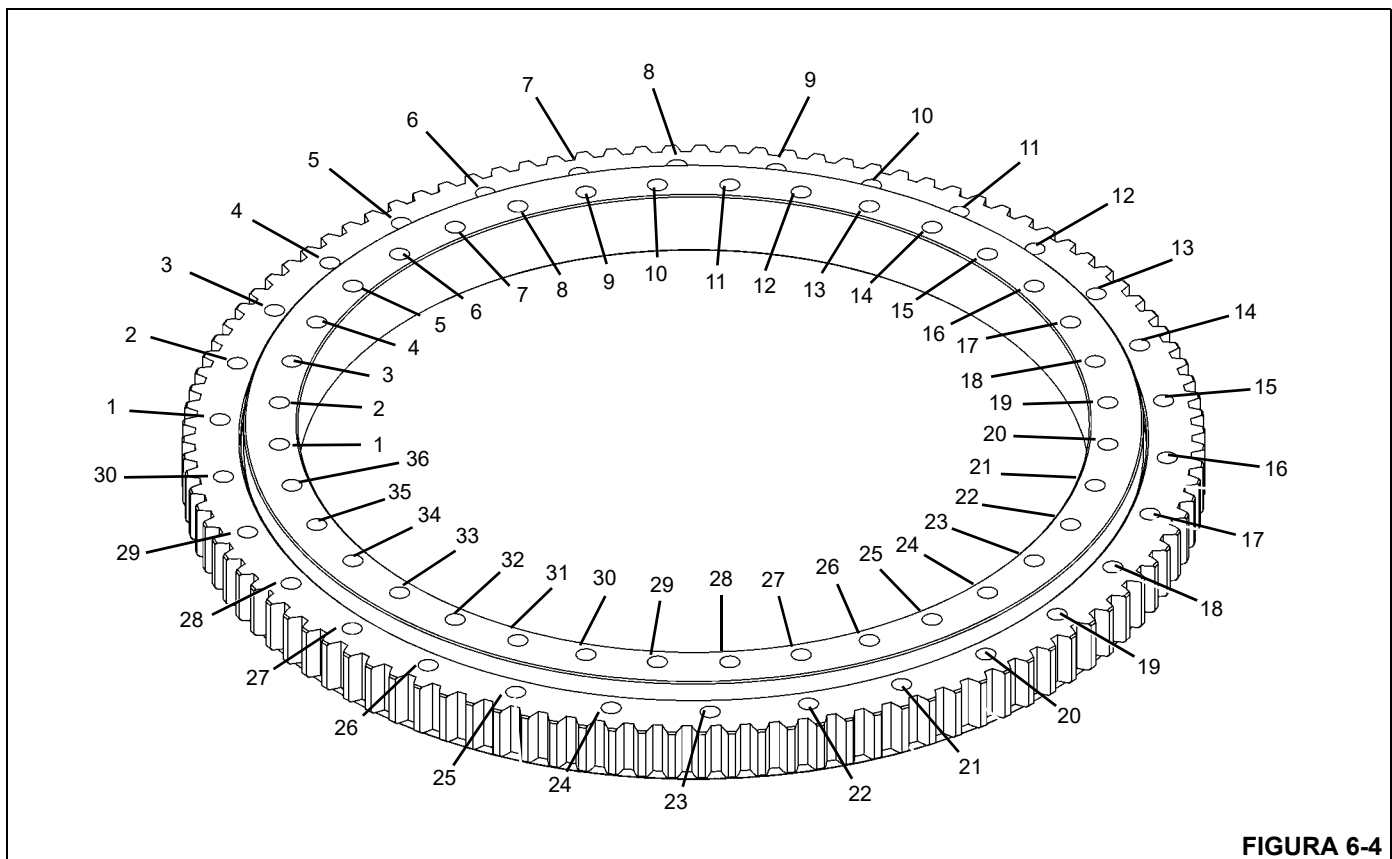

FIGURA 6-4
A pista interna do rolamento é fixada na torre por 36 parafusos M24, Classe 12.9 (Figura 6-4). A pista externa do rolamento é fixada na estrutura do transportador por 30 parafusos M24, Classe 12.9 (Figura 6-4).
2. Aperte oito parafusos (Figura 6-4) até 80% do valor de seu torque especificado usando o seguinte padrão de sequência: 1, 19, 10, 28, 6, 23, 15 e 33; consulte *Elementos de fixação e valores de torque*, página 1-7 sobre o valor adequado de torque. As ferramentas usadas são o soquete, o multiplicador, o adaptador de folga, as extensões necessárias e o torquímetro.
Aperte oito parafusos (Figura 6-4) até 80% do valor de seu torque especificado usando o seguinte padrão de sequência: 1, 16, 9, 24, 4, 19, 13 e 27; consulte *Elementos de fixação e valores de torque*, página 1-7 sobre o valor adequado de torque. As ferramentas usadas são o soquete, o multiplicador, o adaptador de folga, as extensões necessárias e o torquímetro.